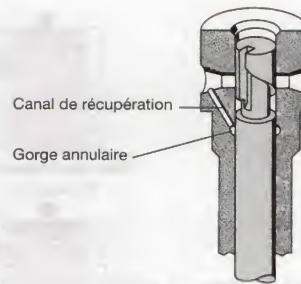

Figure 32.8. Élément de pompage avec récupération des fuites
- Lorsque la lubrification de la pompe s'effectue à partir du circuit de graissage sous pression du moteur, un dispositif de « récupération des fuites » est prévu sur chacun des éléments de pompage (fig. 32.8) afin d'éviter la dilution de l'huile du moteur par le carburant.